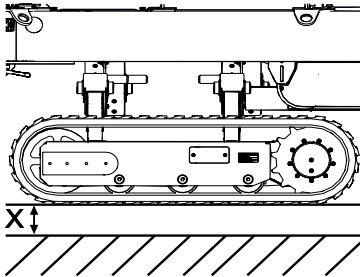

Fig. 86
3. Monter la machine avec les appuis jusqu'à ce que le système d'entraînement à chenilles se trouve à env. 20 mm du sol (Fig.86/X).